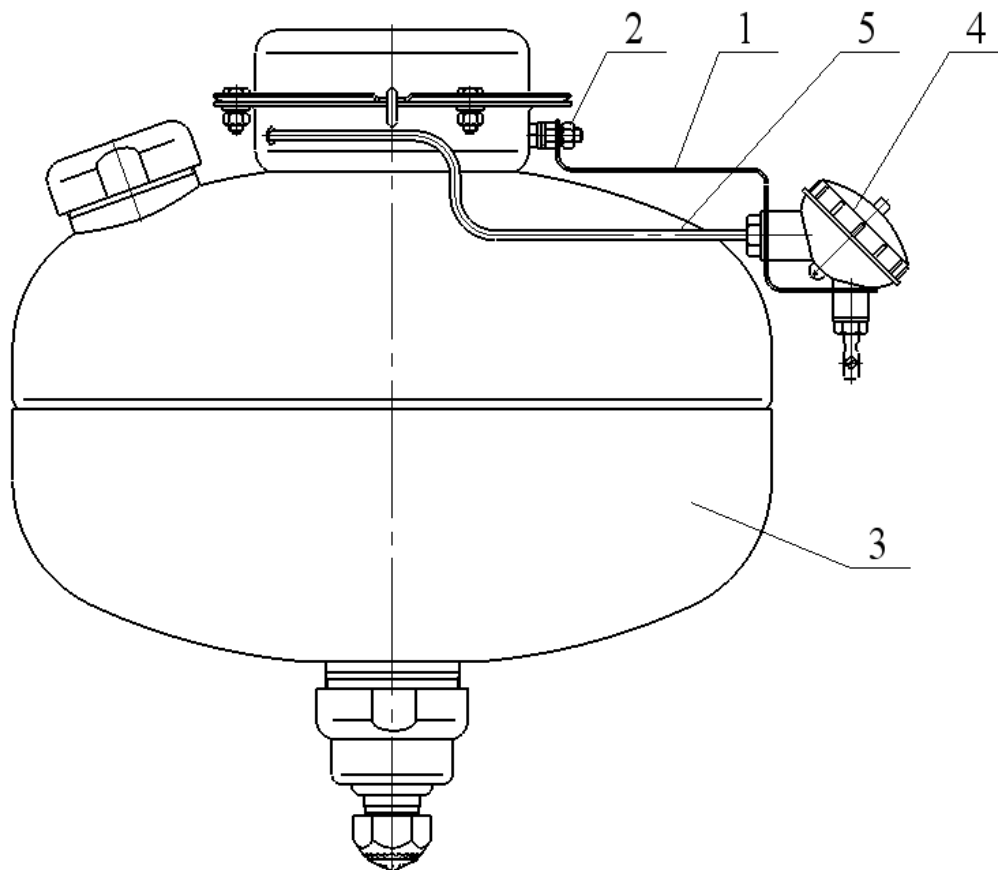
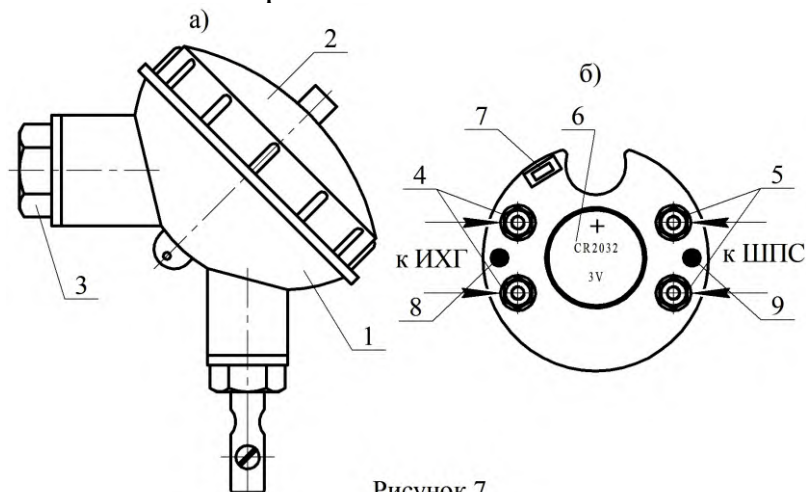

Рисунок 5
Рисунок 7
На кронштейне **1**, закрепленном гайкой **2** на фланце МУПТВ **3** (см. рисунок 5), установлен электронный узел запуска **4**. Вывода элемента электропускового **5** ИХГ, вставленные в трубку, через гермоввод соединены с электронным узлом запуска **4**.
6.8.2 Гайкой **2** (см. рисунок 5) закрепить на корпусе МУПТВ кронштейн **1**.
6.8.3 С корпуса **1** электронного узла запуска (см. рисунок 7) отвернуть крышку **2** и винт **3**. Через отверстия винта **3** (см. рисунок 7) и кронштейна **1** (см. рисунок 5) в гермоввод электронного узла запуска ввести провода элемента электропускового ИХГ и при необходимости ШПС. Винтом **3** (см. рисунок 5) закрепить на кронштейне электронный узел запуска.